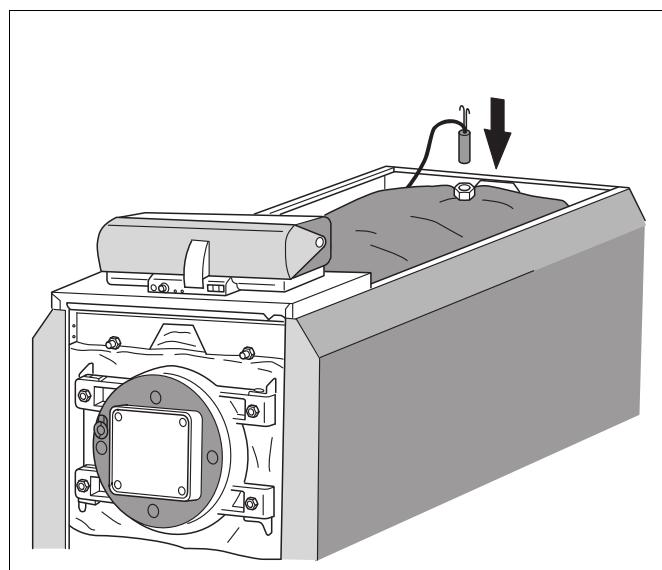

Рис. 20 Установка датчиков в погружную гильзу
- Проведите капиллярные трубы с датчиками и заглушками в четверть круга к погружной гильзе в точке замера M и вставьте датчики в нее до упора (рис. 20).